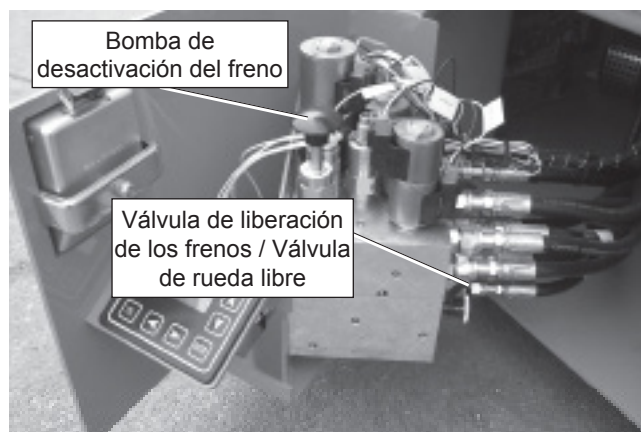

Figura 7 - Bandeja de componentes hidráulicos
1. Quite el seguro de la bandeja de las válvulas de control situada en el lado derecho de la máquina y gírela hacia afuera. La válvula de liberación de frenos/rueda libre se encuentra ubicada en la parte posterior del colector hidráulico (consulte la Figura 7).